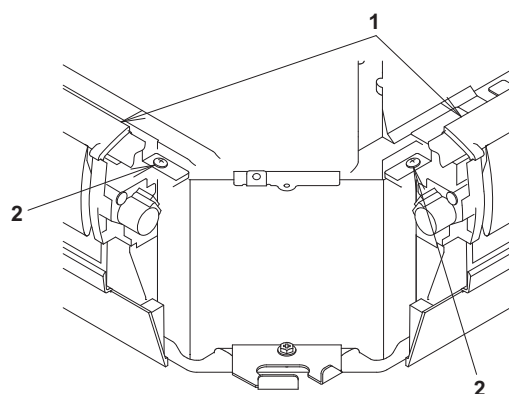

Bild 14
* Om det är svårt att få in blockeringsmaterialet kan du först lossa skruvarna till vänster och höger på den nedre dekorpanelen och föra in det. Var noga med att dra åt de lossade skruvarna ordentligt när blockeringsmaterialet är fäst. **(Se bild 14)**